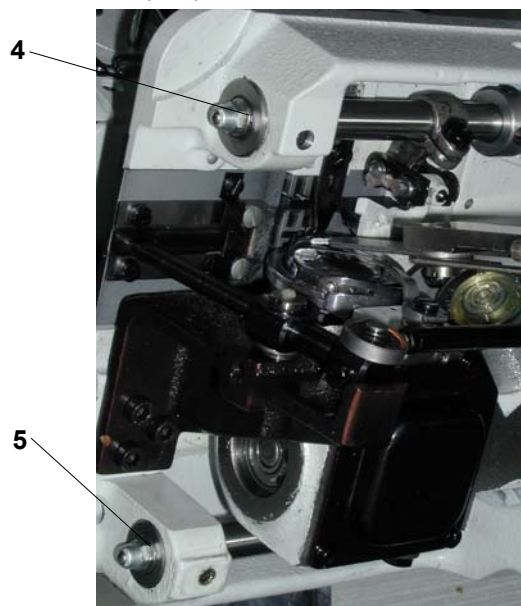

Abb. 11
7.2 Schmierung (Abb. 11, 12, 13)